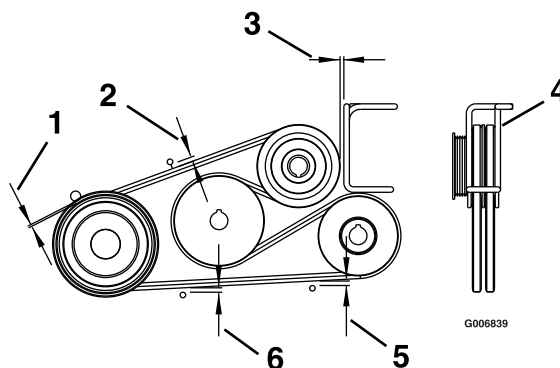

**Figura 57**
6. Enrute la correa nueva sobre las poleas según lo indicado en la calcomanía situada en la parte trasera del protector izquierdo de la transmisión (Figura 57).